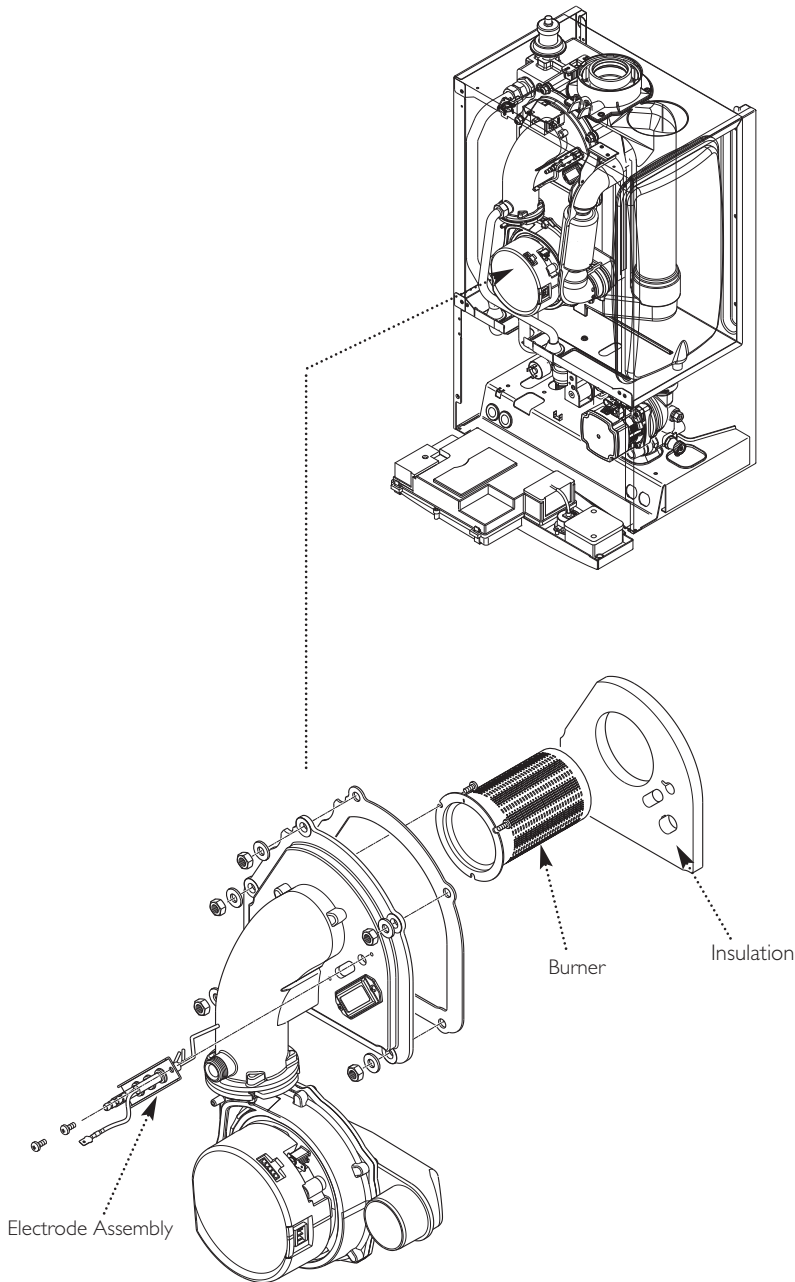

Fig. 57
13.5 Burner (Fig. 57)
13.6 Insulation (Fig. 57)